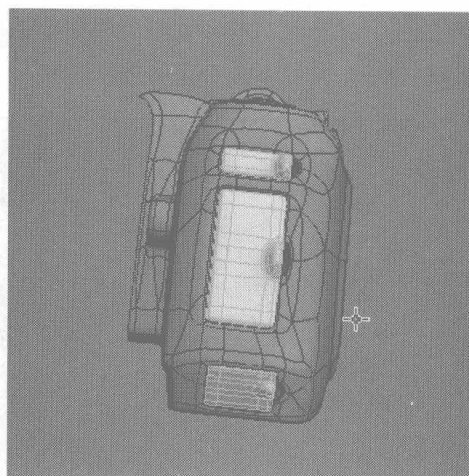

图 6.352
- 15** 将此物体进行复制、调整、缩放到其他的插孔上，如图 6.352 所示。